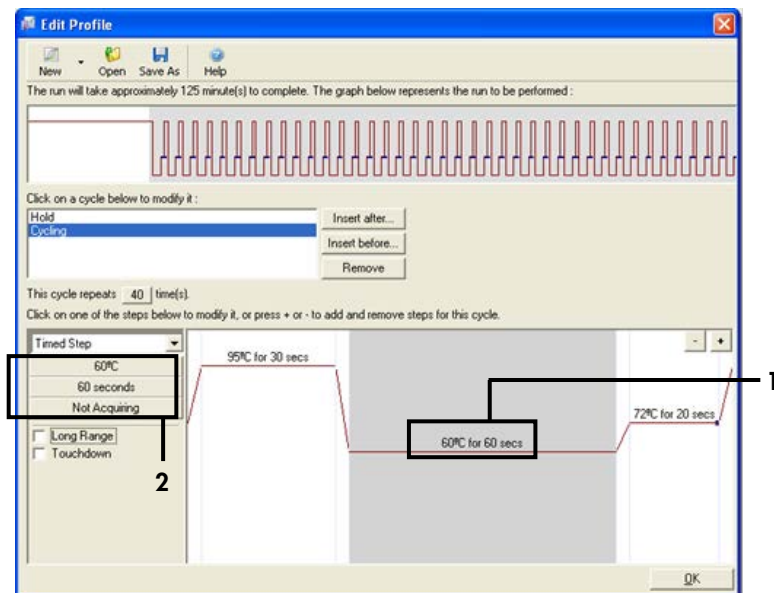

Abbildung 26. Zyklusschritt bei 60 °C. 1 = Temperatur- und Zeiteinstellung für zweiten Schritt, 2 = „Not Acquiring“ (Keine Erfassung).
9. Markieren Sie den zweiten Schritt und stellen Sie diesen auf „60°C for 60 secs“ (60 °C für 60 Sek.) ein. Aktivieren Sie durch Klicken auf „Not Acquiring“ (Keine Erfassung) die Datenerfassung für diesen Schritt (Abbildung 26).